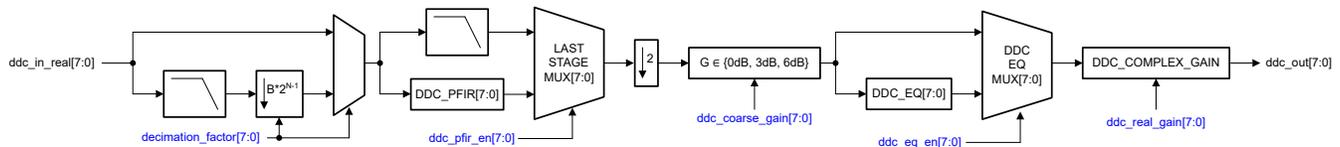

図 7-23. 実数デシメーション信号チェーン (2 の累乗のデシメーション係数 (B = 1))
- **実数デシメーション:** 実数入力にはローパスフィルタで処理され、フィルタ出力はデシメーション係数 (M) でダウンサンプリング処理されます。このモードでの DDC ブロックの出力は実数信号で、図 7-23 は詳細な DDC チェーンを示しています。